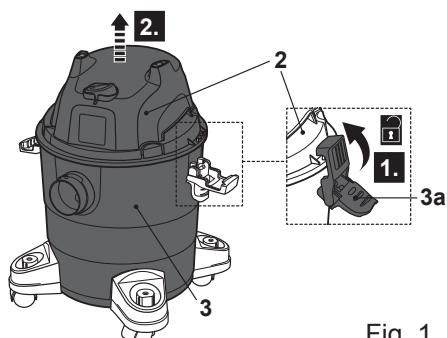

Fig. 1
- > Desbloqueie os fechos (3a) e desmonte a unidade do motor (2) e o depósito (3) (Fig. 1).